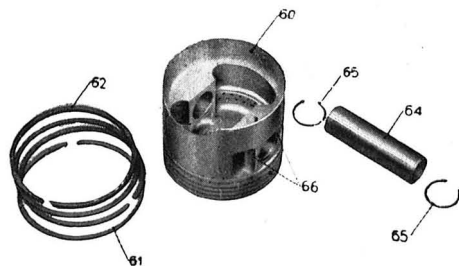

Fig. 7 - Pistone stampato.
I pistoni (60) (fig. 7) sono in lega speciale di alluminio, stampati, pure di forma completamente cilindrica con un piccolo smusso nella parte inferiore. Sono muniti